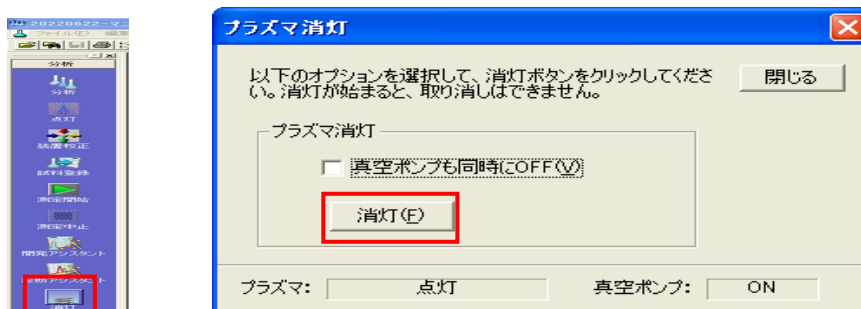

図 77
- ① アシスタントバーの「消灯」をクリックします。 図 77
- ② プラズマ消灯画面の「消灯」をクリックします。